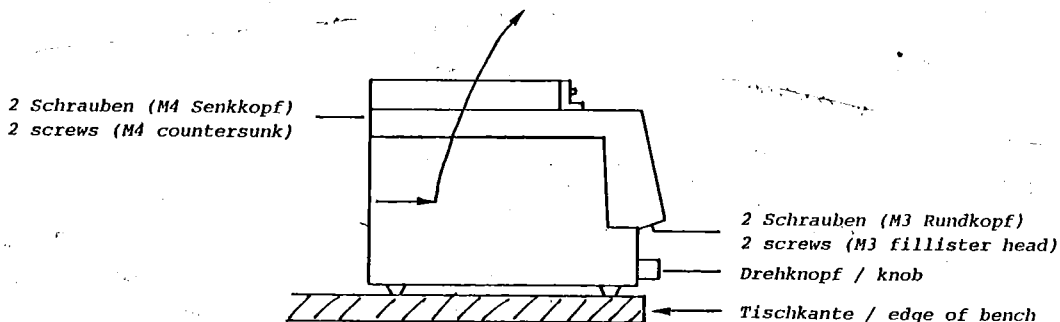

Fig. 4-6
- Positionner l'appareil au-dessus du bord de la table de façon à pouvoir dévisser les vis M3 (Fig. 4-6)